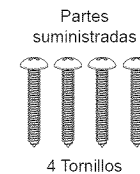

Figura 7B
5. Asegure la gaveta con los 4 tornillos suministrados. Vea la Figura 7B.